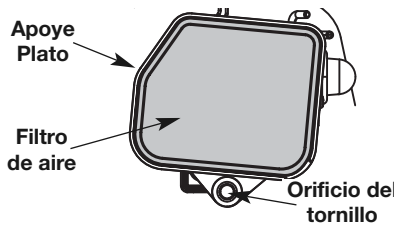

Fig. 25
2. Retire el filtro de aire (Fig. 25).
4. Vuelva a colocar el filtro de aire en la placa de base (Fig. 25).